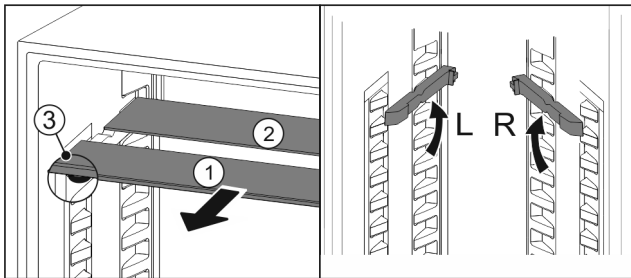

Fig. 80
- Glasplatten einzeln nach vorne herausziehen Fig. 80 (1).
- Glasplatte Fig. 80 (1) mit Zierleiste liegt vorne.
- Stopps Fig. 80 (3) zeigen nach unten.